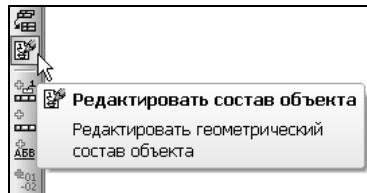

Рис. 9.107. Команда
4. Щелчком мыши выделите на чертеже выноску с номером 2, указывающую на шпиндель. В окне спецификации сделайте текущей строку объекта "шпиндель". Нажмите кнопку **Редактировать состав объекта** на инструментальной панели **Спецификация** (рис. 9.107).